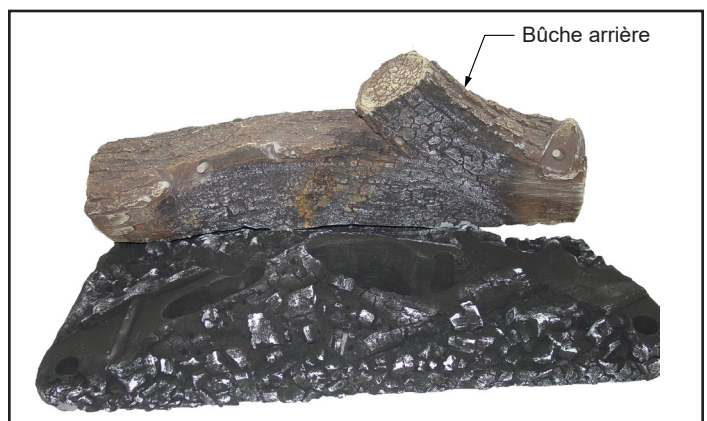
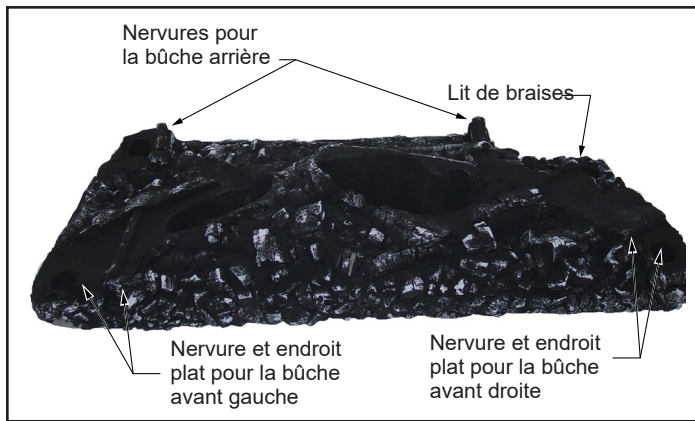
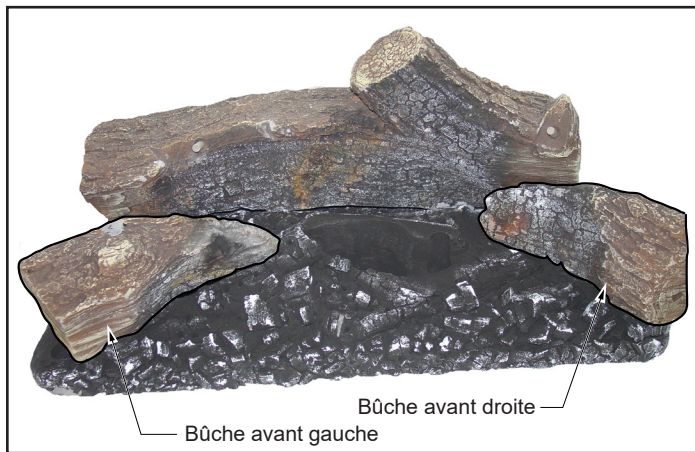

Figure 3.21 – Bûche arrière
Figure 3.22 – Nervures pour les bûches
Figure 3.23 – Bûches avant
2. Installez la bûche arrière en la plaçant sur le lit de braises et en l'orientant vers l'arrière du foyer (figure 3.21). La bûche doit toucher la paroi arrière du foyer. Lorsque la bûche est en place, les deux (2) encoches sous la bûche doivent reposer sur les deux (2) nervures à l'arrière du lit de braises (figure 3.22).
3. Installez les bûches avant gauche et droite (figure 3.23) en les plaçant sur les nervures montrées à la figure 3.22. Assurez-vous que les bûches s'emboîtent sur les endroits plats du lit de braises conçus à cet effet (figure 3.23).